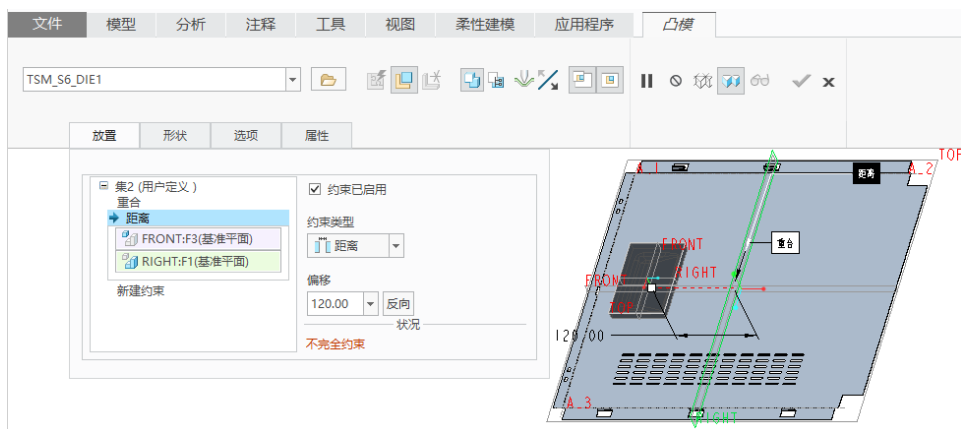

图 6-36 定义第二组约束(“距离”约束)
(4) 在功能区的“凸模”选项卡中打开“放置”面板, 从“约束类型”下拉列表框中选择“重合”选项, 在凸模参考零件中选择 RIGHT 基准平面, 在侧板钣金件中选择 FRONT 基准平面, 单击“反向”按钮。
(5) 在“放置”面板中单击“新建约束”, 从“约束类型”下拉列表框中选择“距离”约束类型, 在凸模参考零件中选择 FRONT 基准平面, 在侧板钣金件中选择 RIGHT 基准平面, 单击“反向”按钮, 接着在“偏移”框中输入“-120”并按〈Enter〉键(输入负值表示往负方向偏移, 按〈Enter〉键确认偏移值后在“偏移”框中显示的是偏移绝对值), 此时预览效果如图 6-36 所示。